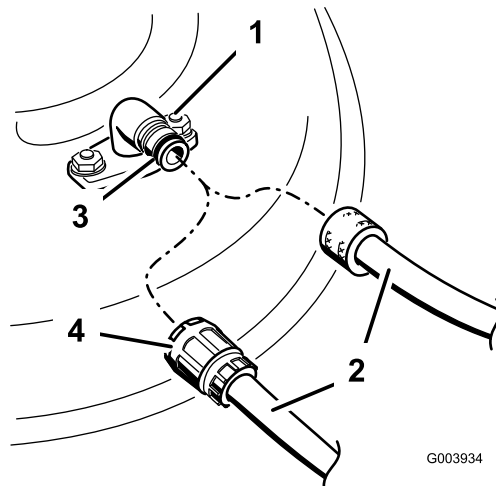

Figura 75
3. Conecte el acoplamiento de la manguera al extremo del conector de lavado del cortacésped, y abra el grifo al máximo (Figura 75).